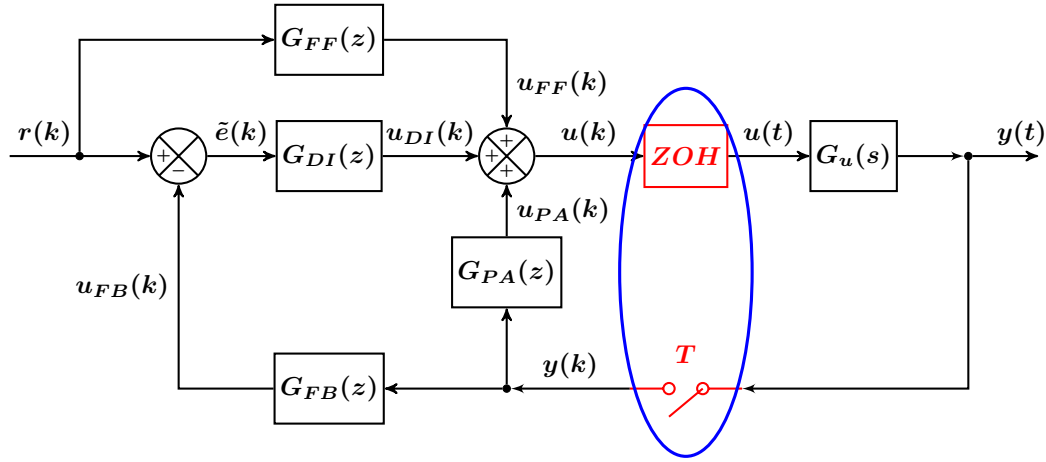

Figura 9: Lazos de control programados.
Además, en esta pestaña se definen los parámetros del controlador definido. Téngase en cuenta que la arquitectura software se ha desarrollado con la intencionalidad de cubrir todos los posibles lazos de control a implementar dentro de la asignatura. Es por ello que se han definido 4 lazos de control (ver Figura 9): Directo (DI), Paralelo (PA), Prealimentado (FF) y Realimentado (FB). Para cada uno de los lazos, un PID se ha definido con los siguientes parámetros K_p , K_i y K_d . Adicionalmente se ha definido un parámetro de *WindUp*, aunque no es accesible para los alumnos.